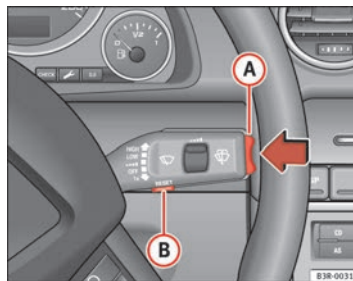

Abb. 58 Scheibenwischerhebel: Funktionswahlschalter
- Drücken Sie den Funktionswahlschalter im Scheibenwischerhebel **(A)** ⇒ Abb. 58 oben bzw. unten, um den eingestellten Wert zu verändern. Die Werte laufen in Schritten von 10 km/h auf- bzw. abwärts.
- Drücken Sie die Reset-Taste im Scheibenwischerhebel **(B)** ⇒ Abb. 58 solange, bis im Display das durchgestrichene Geschwindigkeitswarnsymbol der Warnschwelle 2 erscheint.